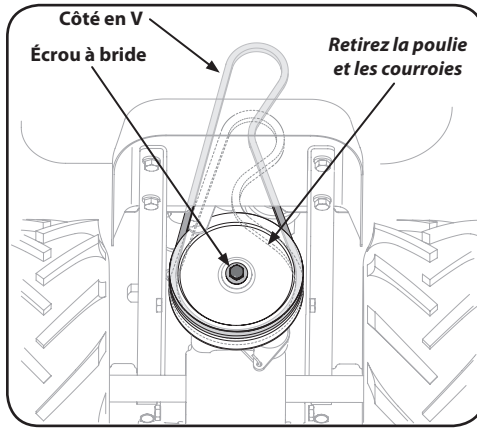

Figure 5-7
- Retirez l'écrou à bride qui fixe la poulie d'entraînement de la transmission, puis retirez la poulie et les deux courroies. Voir Figure 5-7.